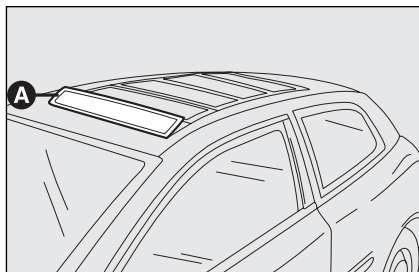

fig. 78
- ☐ primera posición del mando: movimiento de la primera lámina hasta alcanzar la posición **A-fig. 78**; la persiana se desliza hasta el borde de la segunda lámina;